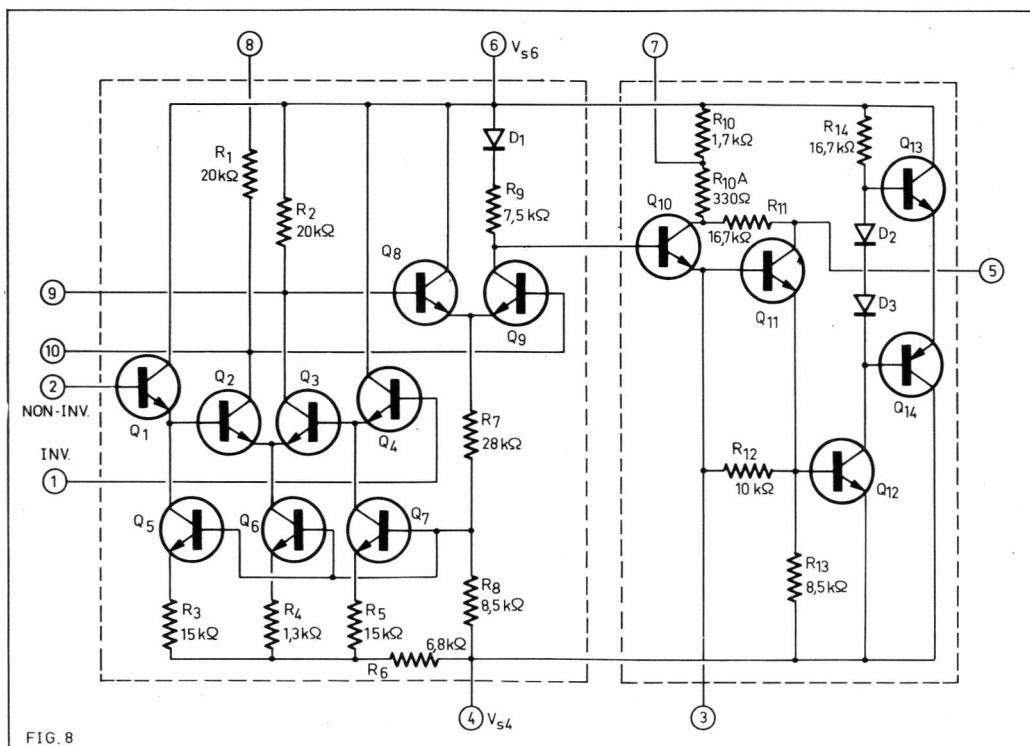
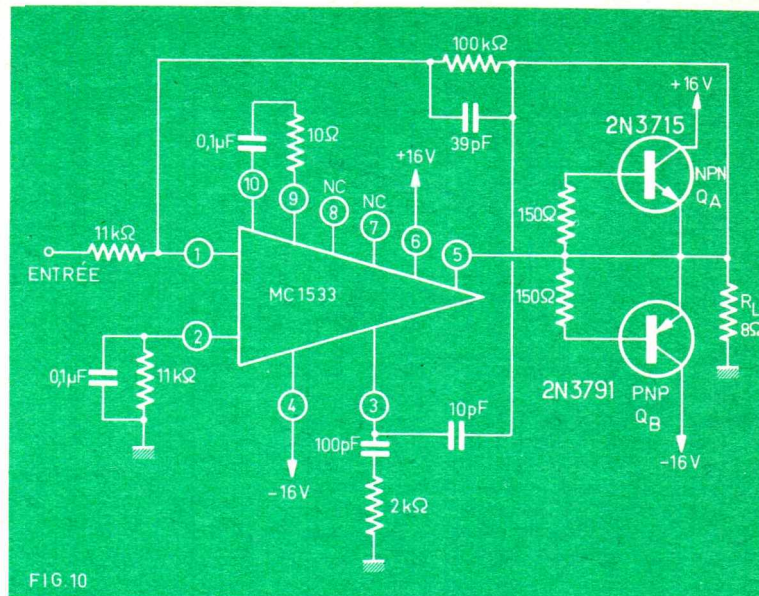

FIG. 8
FIG 10
Le montage intérieur de ce circuit intégré réalisé par Motorola est représenté par le schéma de la figure 8. Il possède un nombre important de transistors (14) et de diodes (3).
L'ensemble de la partie de droite du schéma de la figure 8 représente l'étage de sortie dont le point terminal est le point 5 où l'on obtient le signal amplifié. Ce montage possède les avantages suivants : rattrapage de niveau pour avoir un signal de sortie nul lorsqu'aucun signal n'est appliqué à l'entrée ; amplitude élevée du signal de sortie ; bande passante étendue.
Considérons maintenant le schéma de la figure 10 qui représente un amplificateur complet de $4 W$ modulés composé d'un circuit intégré MC 1533 (fig. 8), suivi d'un étage à symétrie complémentaire à deux transistors : Q_A , un NPN type 2N3715 et Q_B , un PNP type 2N3791.
Voici les caractéristiques générales de l'amplificateur de 4 W de la figure 10. Puissance modulée maximum 4 W en signaux sinusoïdaux. Bande passante à 1 dB près : zéro à 20 kHz, mesurée à la puissance maximum de sortie de 4 W. La bande passante à 3 dB près, mesurée à la puissance maximum s'étend de zéro à 35 kHz.
Plus intéressant, pour l'appartement, est l'emploi de deux amplificateurs de 4 W conformes au schéma de la figure 10 qui donneront ensemble une puissance modulée de 8 W, ce qui convient aussi pour de grands salons et salles de petites ou moyennes dimensions.